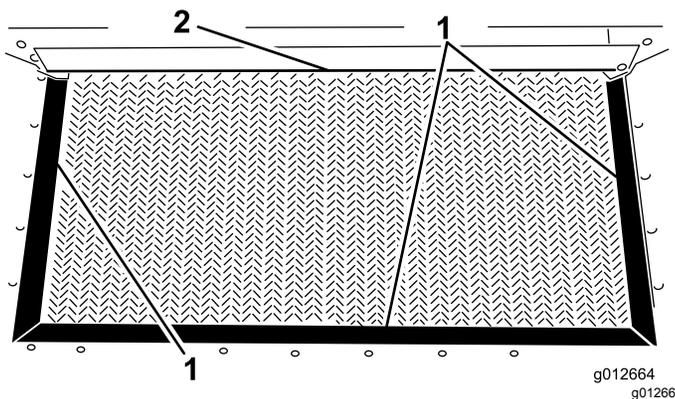

Figure 21
3. Vérifiez si les joints de la trémie et le bord de la trappe sont usés ou déchirés (Figure 21).